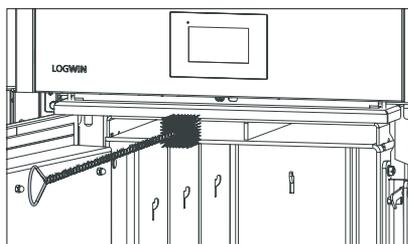

Fig. 29 Nettoyer le système d'aspiration des gaz
- ▶ Nettoyer le conduit du système d'aspiration des gaz – Fig. 29.